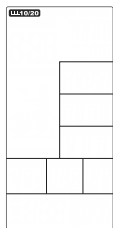

FIGURA 4
2. Telas INTERVAL.10/20, INTERVAL.10/20, INTERVAL.CUSTOM, READY, WORK, REST, TIME, DISTANCE, CALORIES, WATTS, SPEED, RPM y  parpadearán en secuencia cada 1s (Figura 4 ~ Figura 16). Si no se utilizan teclas o no hay movimiento o entrada de pulso durante 60 segundos, el monitor pasará al modo Standby.